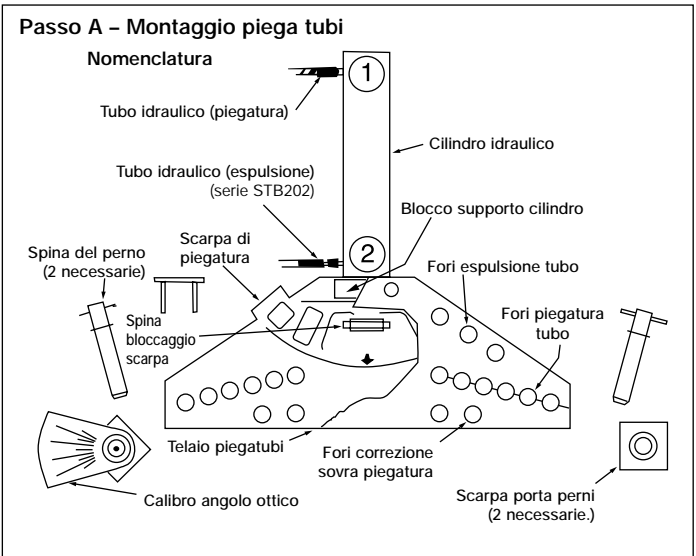

Figura 1, Montaggio piega tubi
4.0 MONTAGGIO PIEGATUBI (VEDERE LA FIGURA 1)